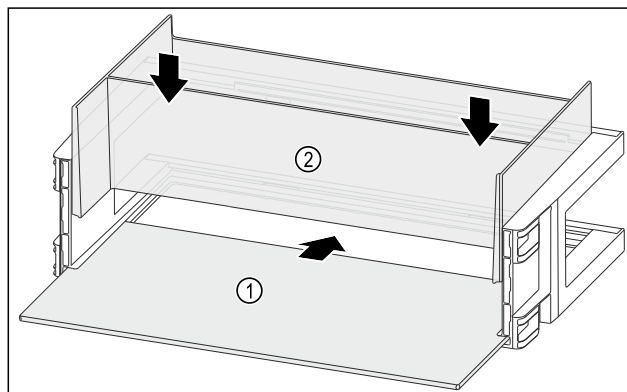

Fig. 135
- ▶ Wsunąć półkę Fig. 135 (1) w boczne wycięcia.
- ▶ Włożyć organizmer Fig. 135 (2).